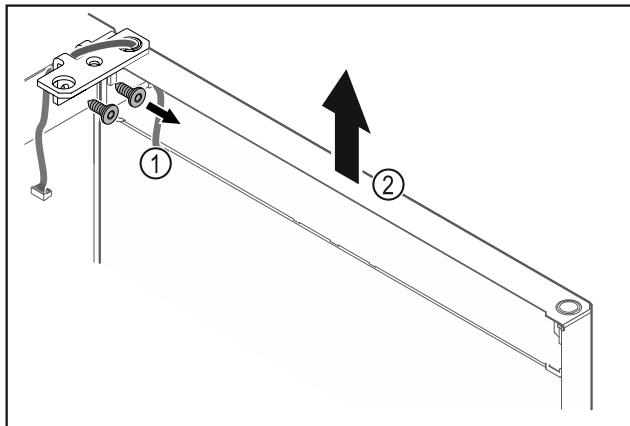

Fig. 20
- Развинете ъгъла на пантата *Fig. 20 (1)*.
- Повдигнете вратата заедно с ъгъла на пантата *Fig. 20 (2)* приблизително 200 mm право нагоре и я свалете.